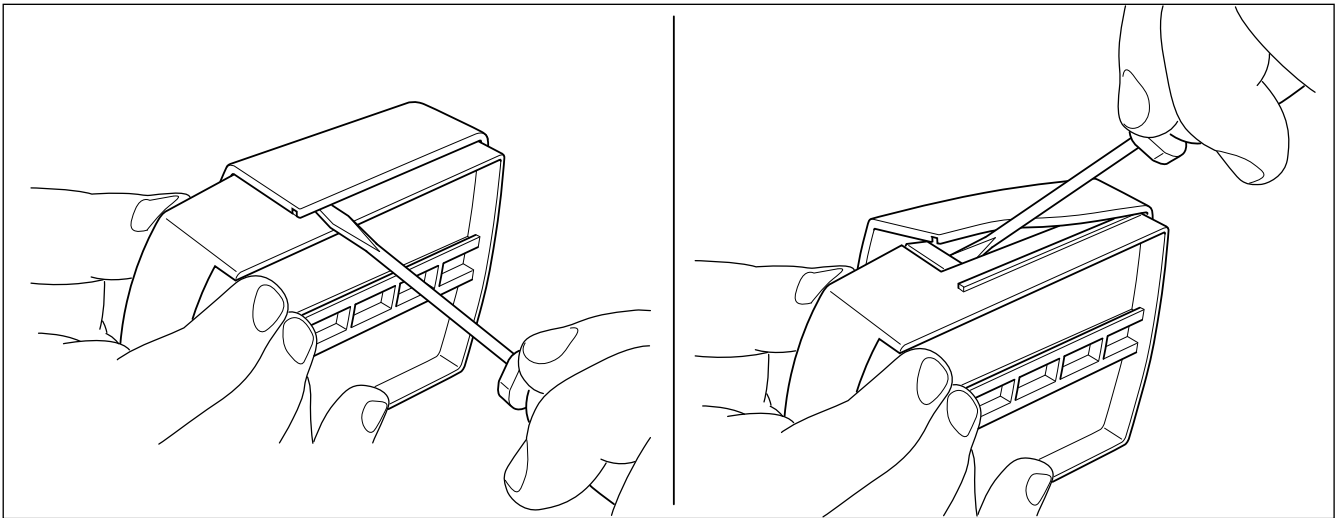
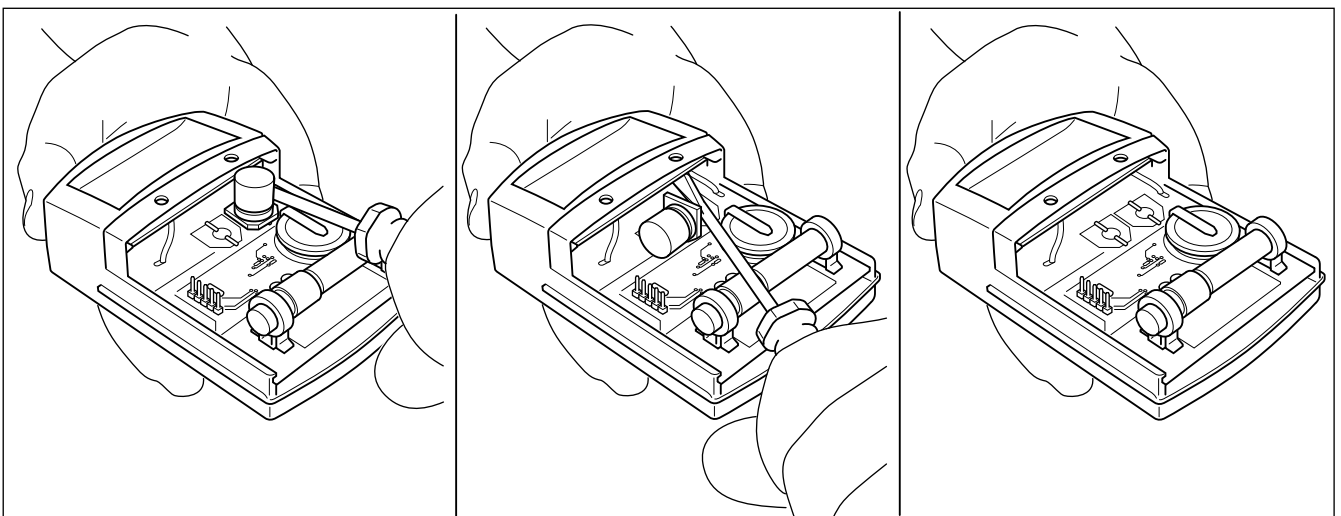

Fig. 11.3 Retirer le cache
Fig. 11.5 Retirer le condensateur 2
- Assurez-vous que la sonde extérieure défectueuse n'envoie plus aucune donnée au récepteur radio en la détruisant (→ **Fig. 11.3**) à (→ **Fig. 11.5**) illustrent la procédure.